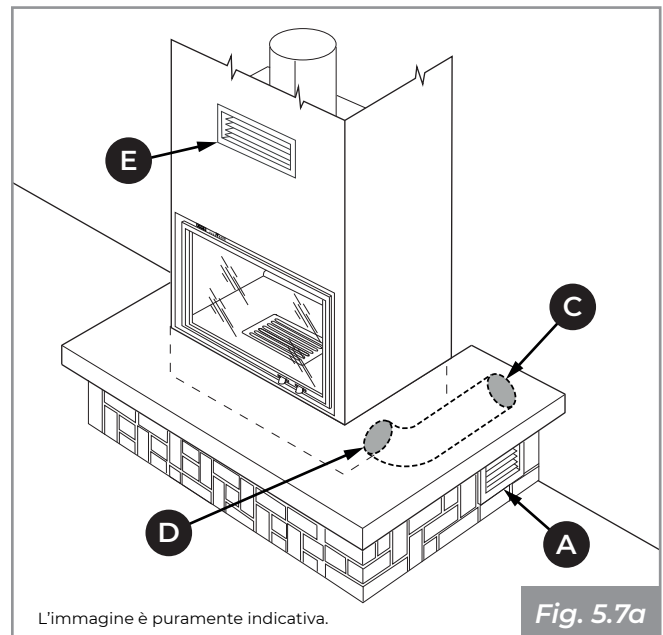

Fig. 5.7a
- **(Fig. 5.7a):** presa d'aria esterna **(C)** canalizzata fino al focolare, con griglia inferiore in dotazione per il ricircolo dell'aria ambiente **(A)** a lato del rivestimento;